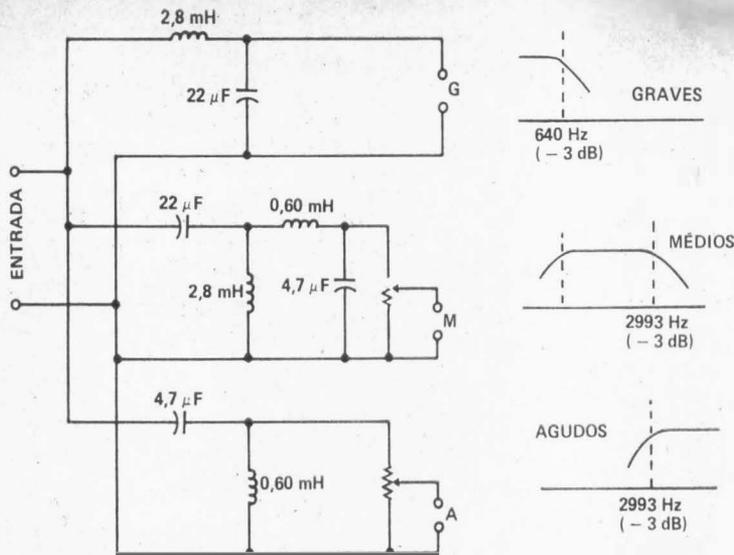

FIG. 5 — Divisor de frequências com três canais e atenuação de 12 dB/oitava. As frequências de corte são 640 Hz e 2993 Hz.
**Divisores de três (ou mais) canais:** O canal de médios é montado colocando-se em série um filtro passa-baixas e um passa-altas; os valores dos capacitores e indutores serão colocados da mesma forma que se fossem divisores de dois canais, sendo, portanto, iguais aos que serão usados nas seções passa-baixas e passa-altas (veja a Fig. 5).
**Controles de Volume:** Podem ser usados nos canais de médios e agudos, conforme mostrado na Fig. 5. Recomenda-se o uso de potenciômetros de fio, de 30  $\Omega$ , e, preferencialmente, após ser feita a regulagem definitiva, trocar por divisores fixos.